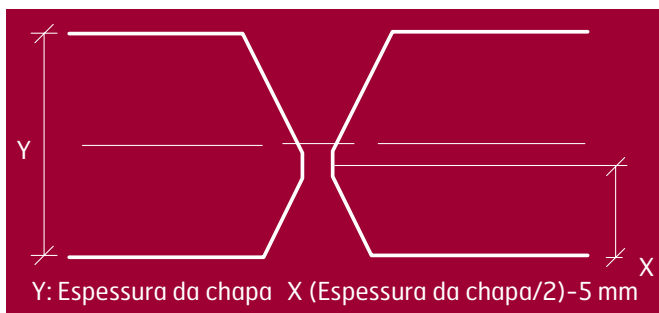

Figura 3
- ▶ Para chapas com espessura superior a 25 mm (0,984”) e geometrias de juntas, onde o passe de raiz está próximo à linha central da chapa, como soldas de topo em duplo V, recomendamos que o passe de raiz fique a aproximadamente 5 mm (0,197”) da linha central da chapa (conforme Figura 3).